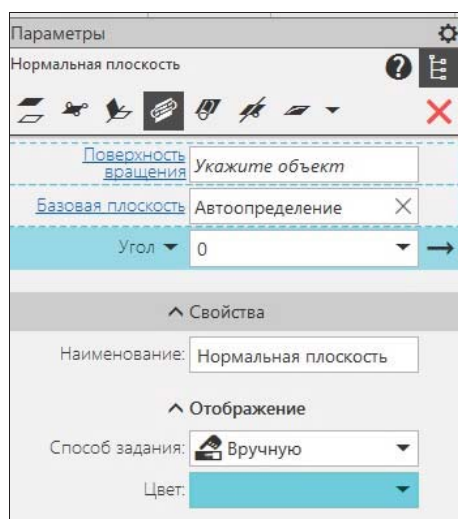

Рис. 20.6. Панель Параметры:
- ◆ вызовите команду **Нормальная плоскость**. На панели **Параметры: Нормальная плоскость** (рис. 20.6) в **Строке сообщений** появится запрос: *"Укажите цилиндрическую или коническую поверхность, к которой требуется построить нормальную плоскость"*;